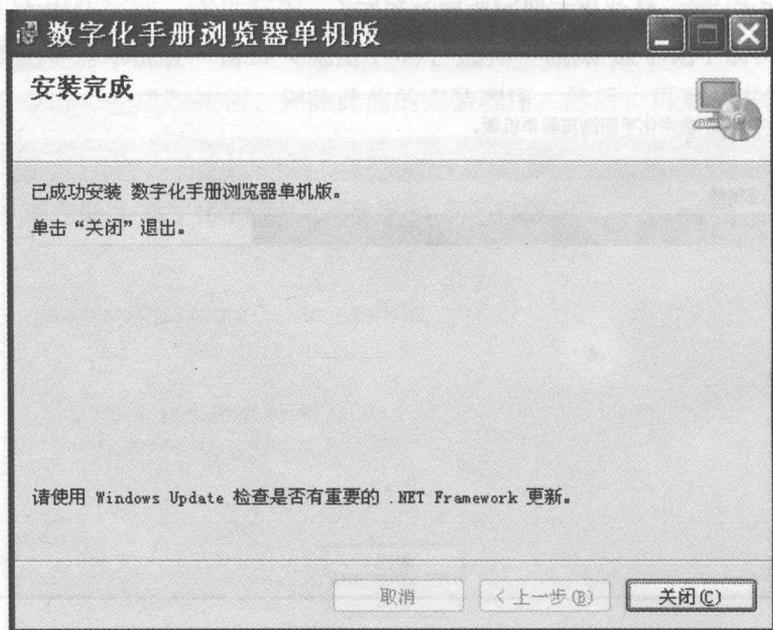

图 1-10 “安装完成”窗口
9) 当安装成功结束后，安装向导显示图 1-10 的“安装完成”窗口，提示用户系统已正确安装完成。单击“关闭”按钮，完成安装。